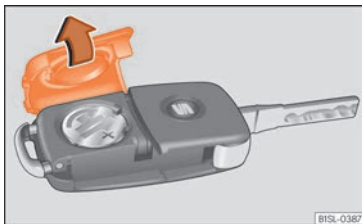

Fig. 100 Clau del vehicle: tapa del compartiment per a la pila.
- Traieu la tapa de la part posterior de la clau del vehicle »» fig. 100 en el sentit de la fletxa »» ❶.
- Col·loqueu la tapa a la carcassa de la clau del vehicle pressionant-la tal com es mostra »» fig. 100, en sentit contrari a la fletxa, fins que hi quedi encastada.
❶ COMPTE!